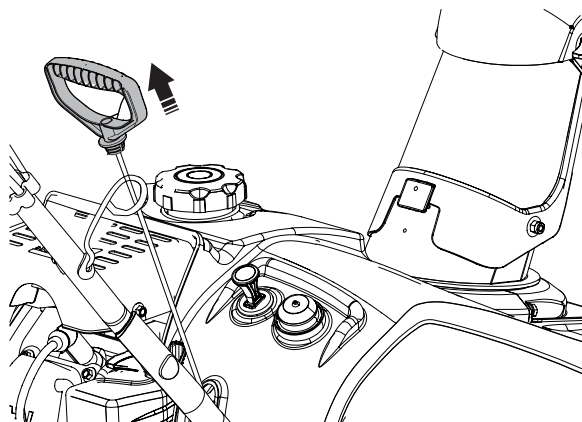

Рис. 14
5. Возьмитесь за ручку стартера и медленно потяните до появления ощутимого сопротивления, затем резко потяните ее на себя (Рис. 14). Повторяйте шаг, пока двигатель не заведется.